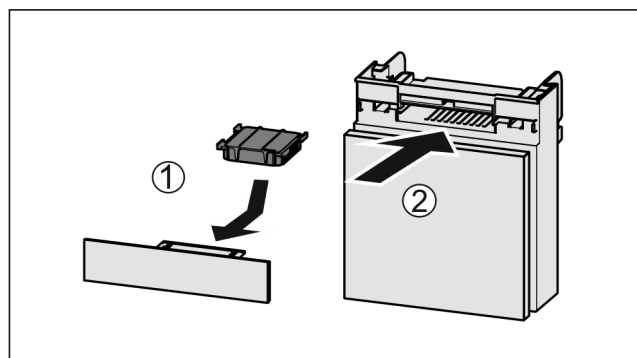

Fig. 37
- ▶ Aktivkohlefilter nach Abbildung einsetzen Fig. 37 (1).
- ▶ Fach einschieben Fig. 37 (2).